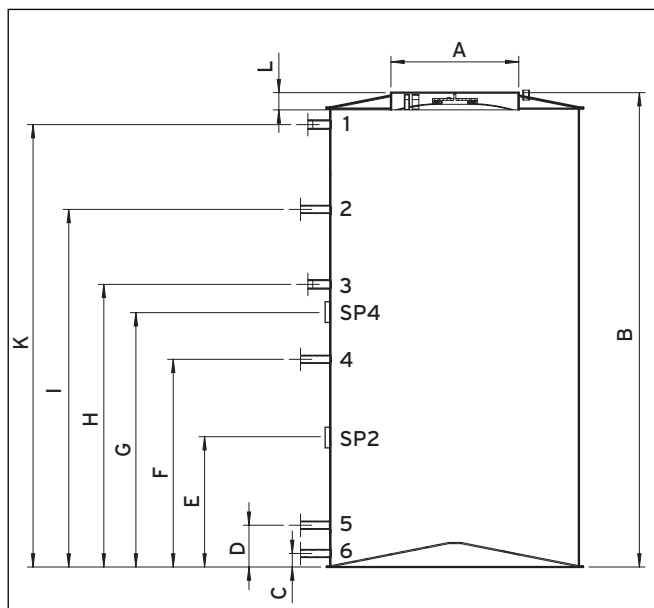

Fig. 4.6 Misura di ribaltamento per il montaggio e misura di raccordo del bollitore combinato auroSTOR VPS SC 1000, vista anteriore
- Montare un raccordo a T con rubinetto a sfera sul collegamento dell'ingresso del rialzo temperatura (**6**, fig. 4.6), in modo da poter riempire o svuotare il bollitore.
- Montare le tubazioni per l'ingresso del rialzo temperatura (**6**, fig. 4.6) del bollitore combinato.
- Montare le tubazioni per l'uscita del rialzo temperatura (**3**, fig. 4.6) del bollitore combinato.
- Montare le tubazioni per la mandata solare (**4**, fig. 4.6) del bollitore combinato.
- Montare le tubazioni per il ritorno solare (**5**, fig. 4.6) del bollitore combinato.